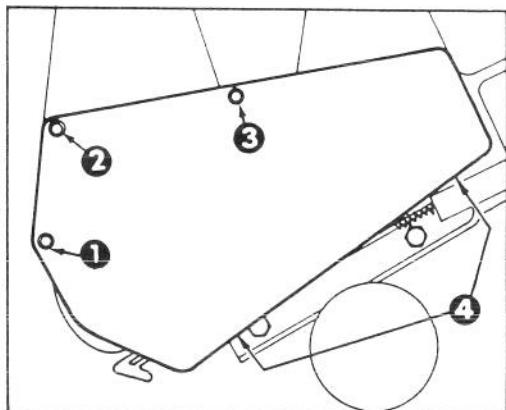

Fig. 12
3. Rimovete 3 viti autofilettanti, 1 guarnizione e 2 controdadi che reggono il coperchio della cinghia all'armatura laterale (Fig. 12). Mettete da parte il coperchio della cinghia.
SOSTITUZIONE DELLA CINGHIA DELLA TRASMISSIONE (Fig. 12 e 14)
2. Rimuovete 3 viti autofilettanti, 2 viti, 1 guarnizione e 2 dadi (Fig. 12). Smontate il coperchio della cinghia.